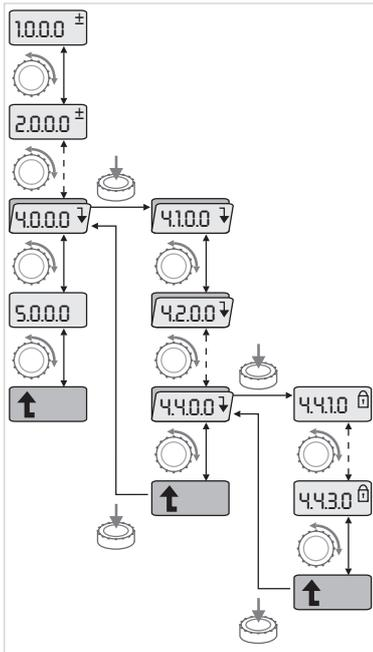

Fig. 36: Navigeringsexempel
- Gå till menyläget (se kapitel 8.6.2 "Gå till menyläget" på sidan 37). Genomför navigeringen i menyn enligt följande (exempel se Fig. 36): Under navigeringen blinkar menunumret.